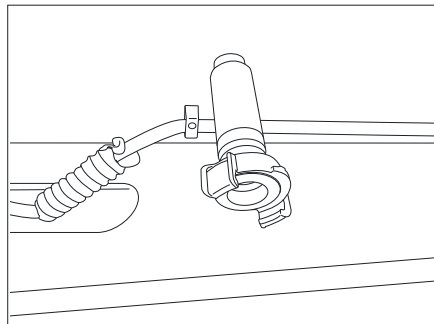

Bild 175 Frischwasseranschluss (Messingverrohrung)
- Frischwasser am Bajonettverschluss (Messingverrohrung, Bild 175) anschließen.
- Frischwasseranschluss (Messingverrohrung, Bild 175) entfernen.